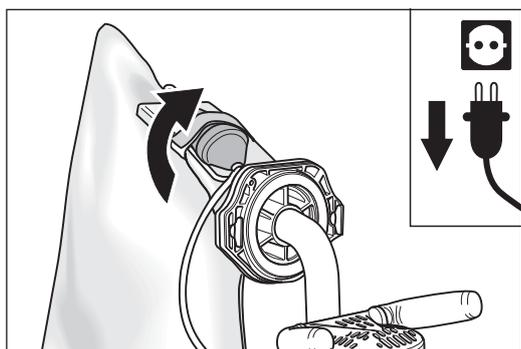

Fig. 13 Retirar el acoplamiento del velcro de la bolsa colectora de polvo.
- 3 Retire el acoplamiento del cable de conexión del velcro de la bolsa colector de polvo (Fig. 13).